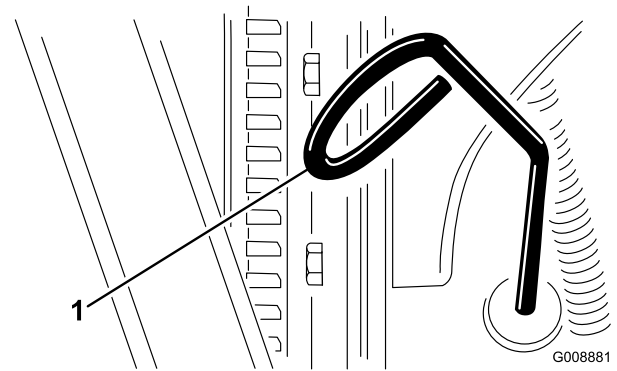

Figura 17
2. Retire la varilla (Figura 17) y límpiela con un paño limpio.